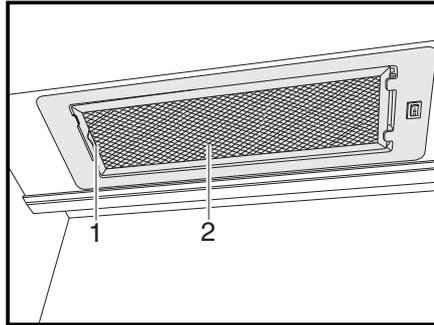

Fig. 146 Hotte aspirante
- Pousser le levier (Fig. 146,1) vers l'intérieur.
- Retirer le filtre (Fig. 146,2) vers le bas.